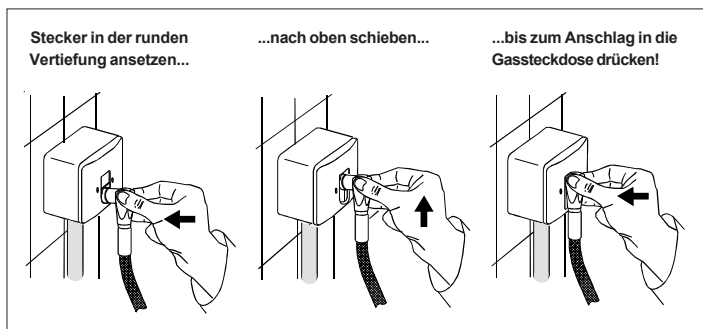

Abbildung 1: Bedienung der Gassteckdose PLUG1 (Darstellung der Aufputzausführung)
- Die PLUG1 ist vor mechanischen Einwirkungen zu schützen. Die Bedienung muss entsprechend Abbildung 1 gewaltfrei erfolgen.